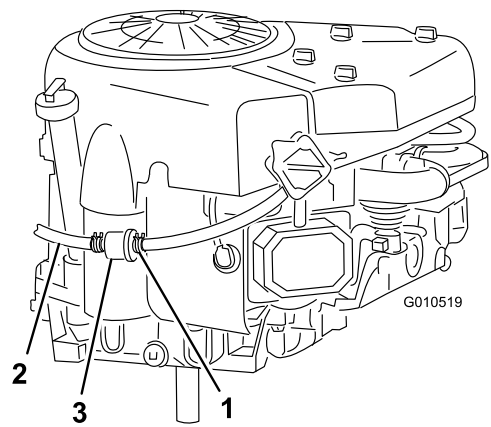

Bild 29
7. Drücken Sie die Enden der Schlauchklemme zusammen und schieben Sie sie an der Kraftstoffleitung nach oben zum Kraftstofftank (Bild 29).
8. Ziehen Sie die Kraftstoffleitung vom Kraftstofffilter (Bild 29) und lassen Sie den Kraftstoff in einen Benzinkanister oder ein Auffanggefäß ablaufen.
10. Schieben Sie die Schlauchklemme ganz an den Kraftstofffilter heran, um die Kraftstoffleitung und den Kraftstofffilter zu befestigen (Bild 29).
Tauschen Sie den Kraftstofffilter am besten aus, wenn der Tank leer ist (Bild 29). Bauen Sie nie einen verschmutzten Filter wieder ein, wenn Sie diesen aus der Kraftstoffleitung entfernt haben.